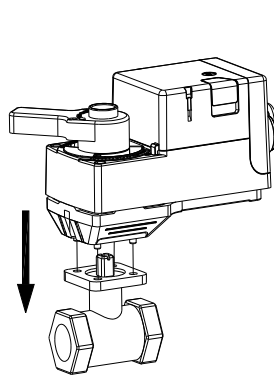

图 5
- 如图 5, 将连接件定位柱对准阀体上方法兰盘定位孔卡入, 并确保连接杆完全套住阀杆(手柄不会向上顶出)。